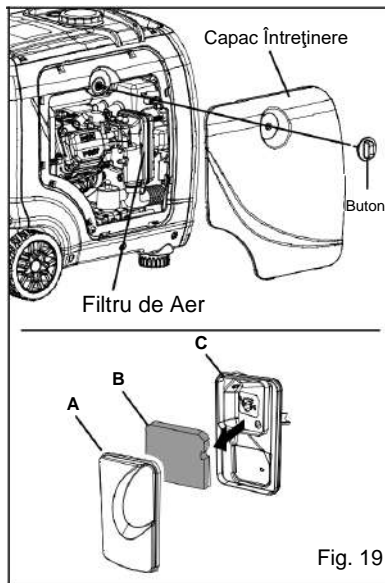

Fig. 19
2. Scoateți capacul filtrului de aer (Fig. 19). Scoateți elementul spongios al filtrului de aer din carcasă. Ștergeți excesul de ulei și praful din interiorul carcasei filtrului de aer.
1. Deșurubați butonul capacului pentru întreținere și scoateți capacul din panoul lateral (Fig. 19).